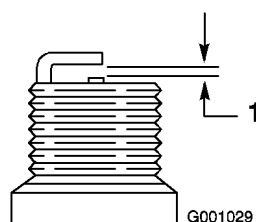

Figura 53
4. Regolate la luce tra gli elettrodi della candela su 0,76 mm (Figura 53).